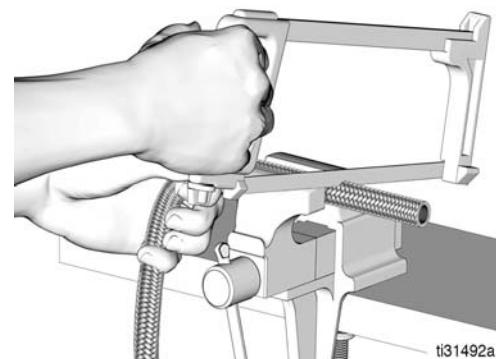

Рис.57
2. Отрежьте шланг мелкозубой ножковкой или режущим кругом под прямым углом (Рис.57).